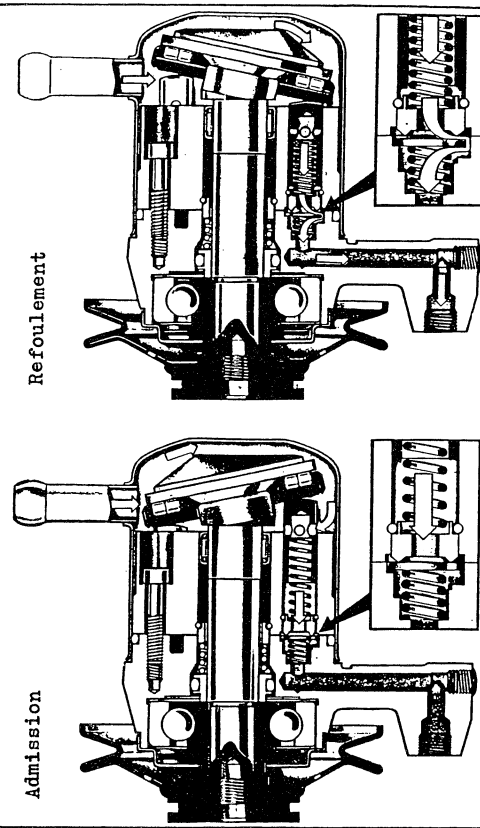

Figure 3
1.2.c - de justifier la différence entre C et C_u (on s'aidera des informations du plan d'ensemble et de la figure 3 - page 6).